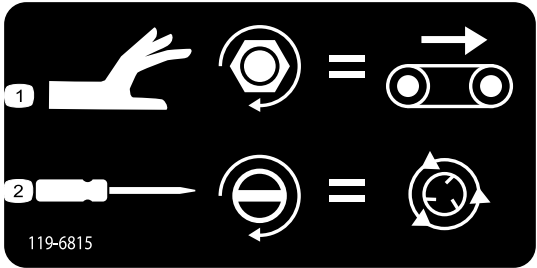

图44
- 要调整输送带速度 图44 请顺时针转动调节钮。在颜色代码操作系统中所使用的是最大输送带速度所以可以在没有液压流量的时候进行调整。料斗装满沙子时这一操作非常关键。
- 要调整甩盘速度 图44 请使用一字螺丝刀顺时针转动增加速度逆时针转动降低速度。